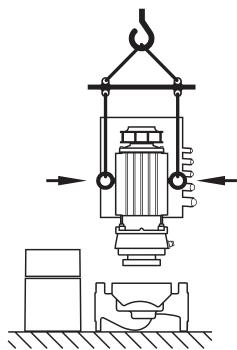

Fig. 25: Транспортировка съемного блока
- Транспортировочные проушины, перенесенные с фланца электродвигателя на корпус электродвигателя, разрешается использовать только для перемещения/транспортировки съемного блока (Fig. 25), но не всего насоса. Использование проушин для отделения съемного блока от корпуса насоса запрещено (обратить внимание не предшествующий демонтаж и последующий монтаж дистанционных выключателей).